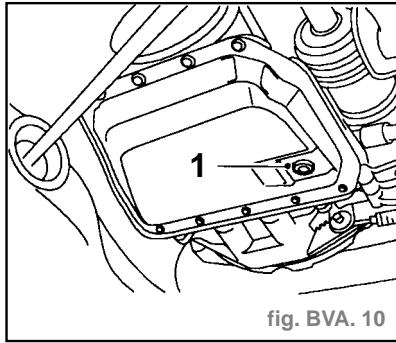

fig. BVA. 10
- Enlever le bouchon de vidange (1) à l'aide d'une clef Allen de **8 mm** et jeter la rondelle d'étanchéité (fig. BVA. 10).